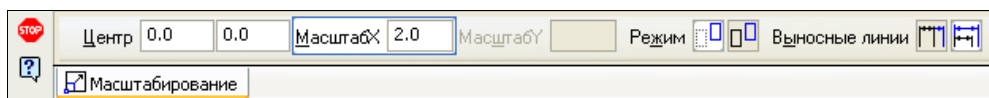

Рис. 10.5. Панель свойств в режиме масштабирования
- ♦ задайте ЛК мыши положение базовой точки **a1**. Система увеличила изображение в два раза по умолчанию. Если данный масштаб вас не устраивает, то необходимо изменить параметры на Панели свойств (рис. 10.5);